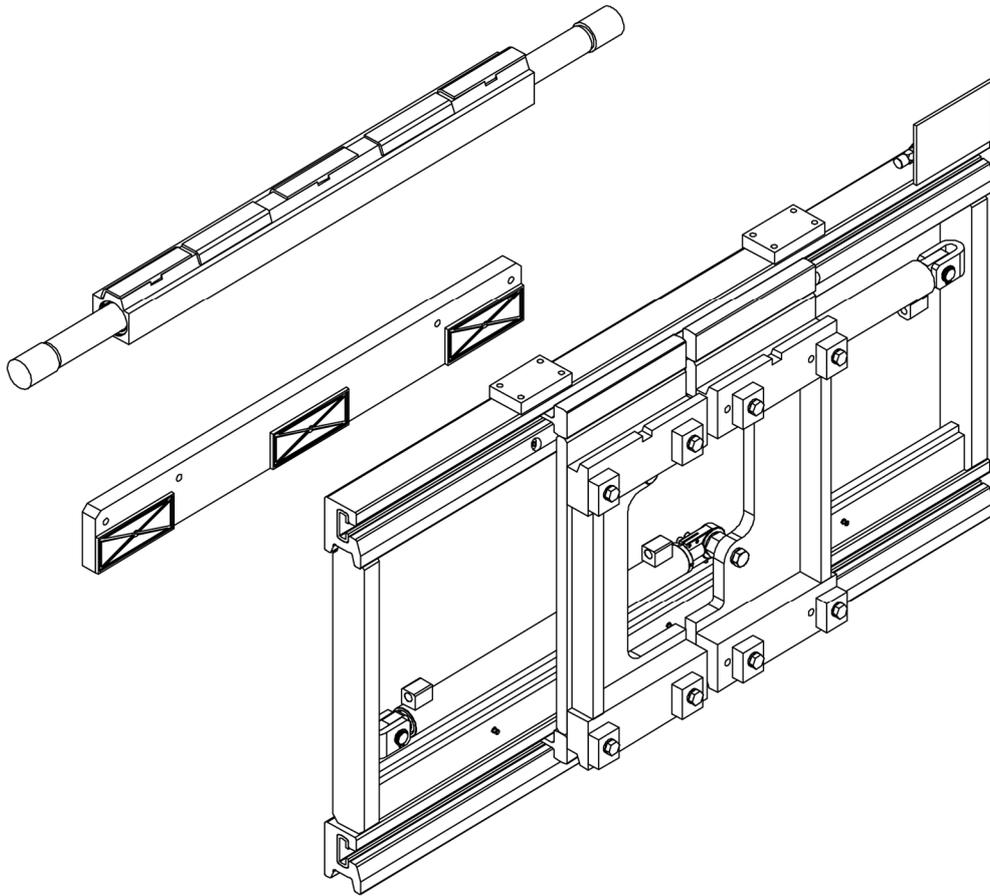

Figure 5
- Retirer les profils de la structure avant (voir Figure 5).